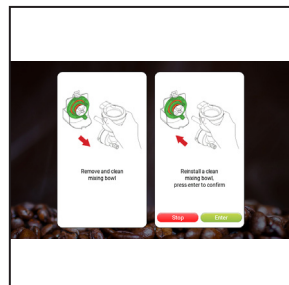

図6
5. ディスペンサーに「きれいなミキシングボウルを元通りに取り付け、決定を押して確認してください」と表示されます。「決定」を押してください。（図6を参照）。